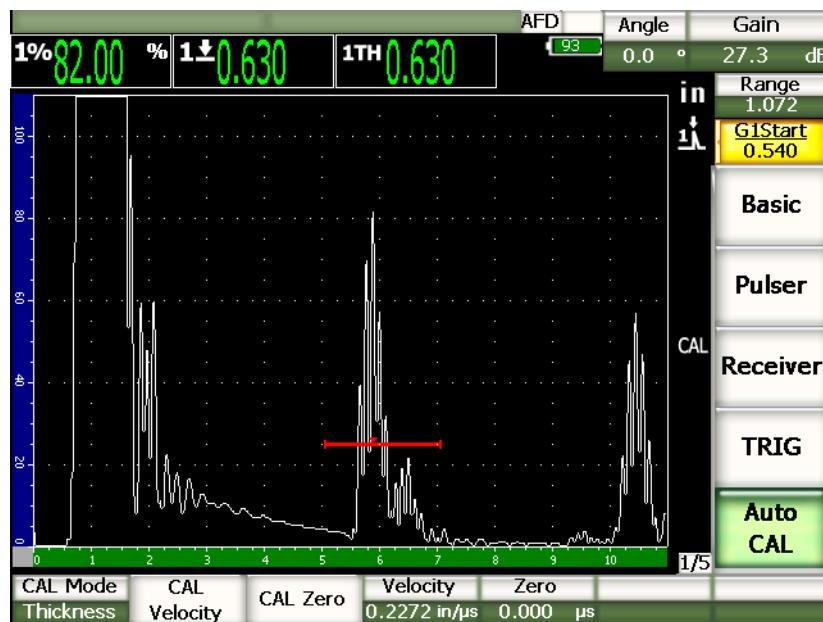

Рис. 9-3 Второй эхо-сигнал в стробе
8. Введите известное значение толщины для сигнала в стробе (в нашем примере это 0,200") и затем нажмите **Continue**, чтобы перейти к следующему этапу калибровки (см. Рис. 9-3 на стр. 140).